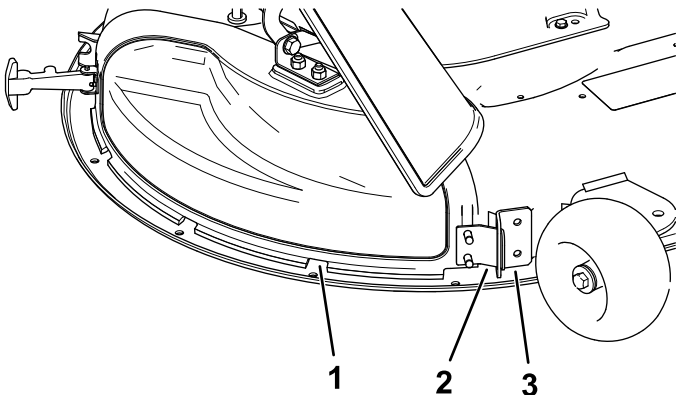

Figuur 11
3. Maak de buigbare vergrendeling los van de grendelhouder op de afvoerfluiser en kantel de afvoerfluiser naar rechts (Figuur 11).
6. Bevestig de afvoerafsluiter aan het maaidek door de buigbare vergrendeling op de afvoerafsluiter te bevestigen aan de houder op het maaidek (Figuur 11).